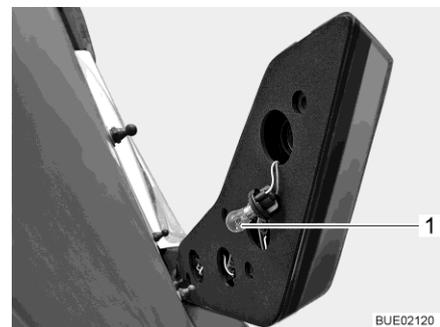

Fig. 217 Luz trasera
- Meter la mano en el agujero en el lado trasero de la carcasa. Girar el portalámparas (Fig. 217,1) (cierre de bayoneta) y extraerlo. Como ejemplo se muestra la luz de freno.